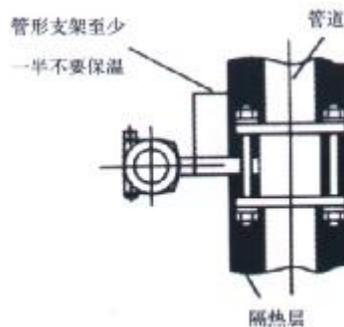

图 13 正确保温图
- Y 在测量蒸汽的管道中，为了防止转换器温度过高，仪表连接杆至少一半不要保温（如图 13 所示）。